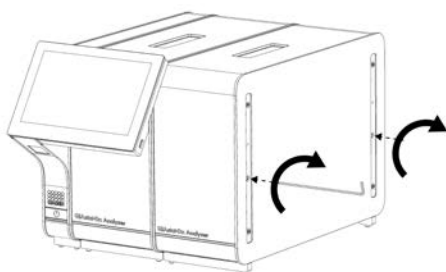

Рис. 16. Совмещение и крепление дополнительного аналитического модуля.
4. Совместите дополнительный аналитический модуль с уже имеющимся аналитическим модулем. Затяните винты с помощью инструмента для сборки узла «аналитический модуль – рабочий модуль», входящего в комплект поставки QIAstat-Dx Analyzer 1.0 (рис. 16).